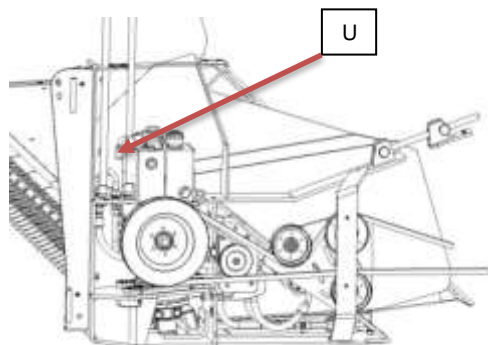

Рис.1
- Открутить щиток (А) и вынуть вертикальный стопорный стержень. Снять щиток (Рис.1)
- Открутить заклинивающее соединение (U) в виде трубки U-образной формы (Рис.1)